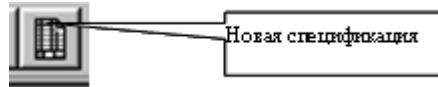

Рис. 29
1. Для создания новой спецификации нажмите кнопку **Новая спецификация** на Панели управления, рис. 29. На экране появился пустой бланк спецификации. Сохраните ее под именем Лр06.